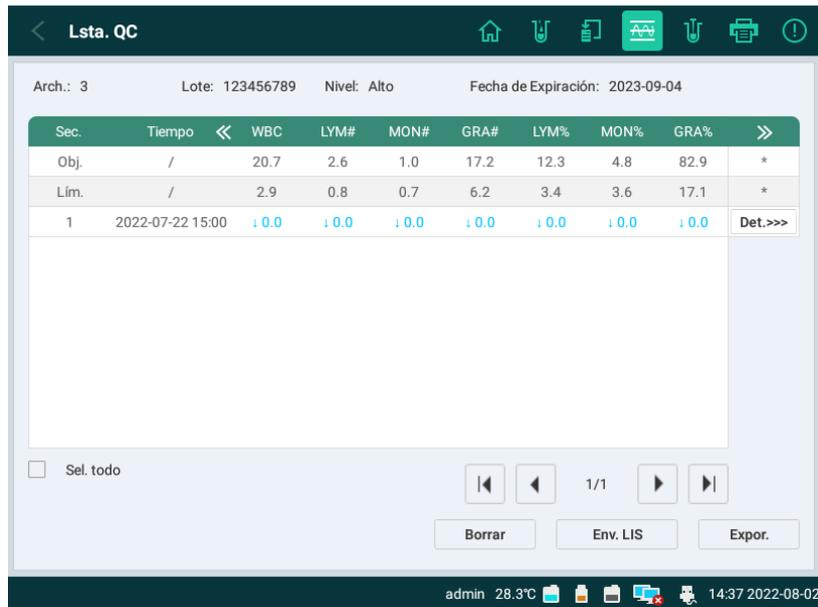

Imagen 9-8 Lista de QC
1. Ingrese a la pantalla Configuración de QC, seleccione un archivo de QC y presione **Lsta. QC**. La lista de QC correspondiente aparecerá como se muestra en la Imagen 9-8.